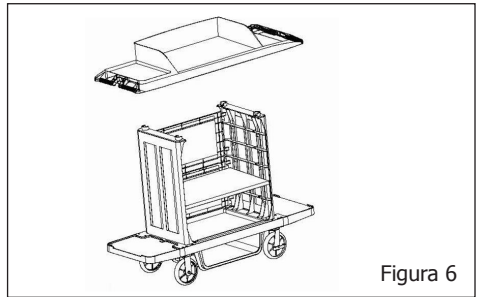

Figura 6
- Aparafuse a tábua superior nas tábuas laterais com as peças E e K. (Figura 6).